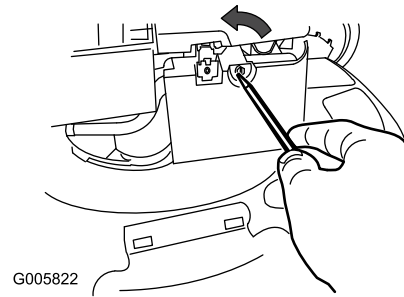

Figure 23
1. Ouvrez le couvercle du filtre à air avec un tournevis (Figure 23).